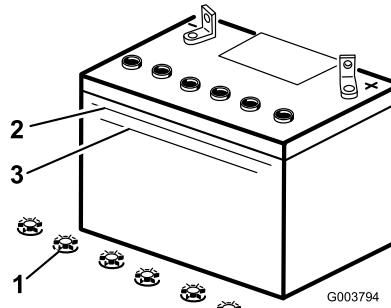

Figure 36
3. Observez le côté de la batterie. Le niveau de l'électrolyte doit atteindre le trait supérieur (Figure 36). Le niveau d'électrolyte ne doit pas descendre au-dessous du trait inférieur (Figure 36).
3. Enlevez les bouchons de remplissage de la batterie (Figure 36).
4. Versez de l'eau distillée avec précaution dans chaque élément jusqu'au repère supérieur (Figure 36) sur le côté de la batterie.
5. Attendez cinq à dix minutes après avoir rempli les éléments. Au besoin, ajoutez de l'eau distillée pour amener le niveau jusqu'au repère supérieur sur le côté de la batterie (Figure 36).